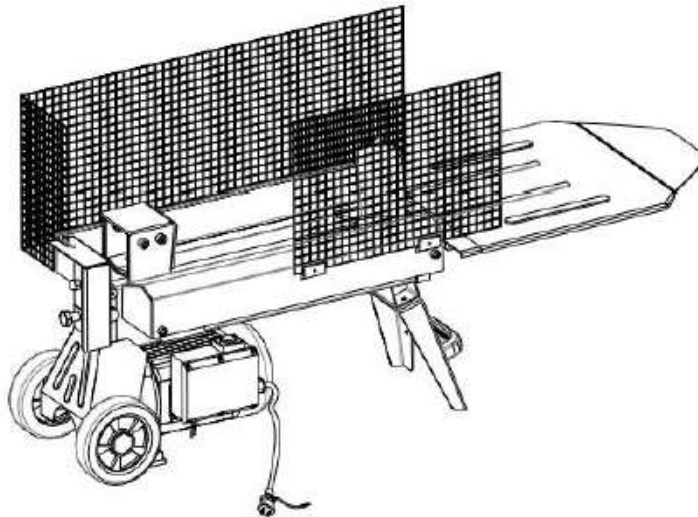

Abbildung 4
4. Verbinden Sie den hinteren Schutzbügel mit dem rechten Schutzbügel mit Hilfe der Metallschnallen. Siehe Abbildung 4